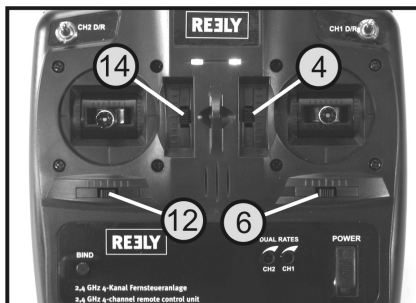

Figure 10
Si les mouvements de gouverne ne s'arrêtent pas selon les figures 10 à 14, vous avez la possibilité de commuter chaque servo à l'aide de la fonction reverse. La commutation est également possible par le régulateur de conduite ou de vol, si le moteur fonctionne à plein régime contrairement à la fonction décrite précédemment, lorsque le levier de commande a été tiré entièrement vers le corps pour la fonction moteur.
Les touches trim pour la fonction des ailerons et de la gouverne de direction (voir figure 10, n° 6 et 12) doivent être actionnées à droite.
Les touches trim pour la fonction de gouverne de profondeur et du moteur (voir figure 10, n° 4 et 14) doivent être actionnées vers le haut.
- Déplacez la touche trim pour la fonction aileron (voir figure 10, n° 6) vers la gauche ainsi que la touche trim pour la fonction gouverne de direction (voir figure 10, n° 12) vers la droite et maintenez fermement les deux touches trim dans cette position. La pratique a montré que les deux touches trim sont utilisées avec le pouce et l'index d'une main.